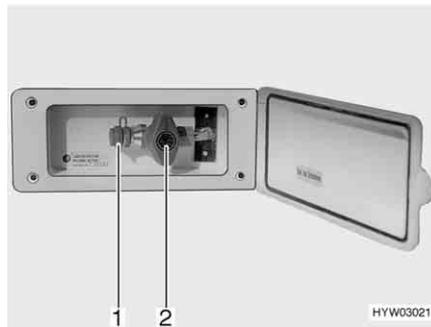

Fig. 80 Toma exterior de gas, válvula de paso de gas cerrada
La toma externa de gas (Fig. 80) está, en función del modelo, en la parte trasera o en el lado izquierdo o derecho del vehículo.
- Conectar el aparato de gas externo en el punto de conexión (Fig. 80,1).
- Abrir la válvula de paso de gas (Fig. 80,2).